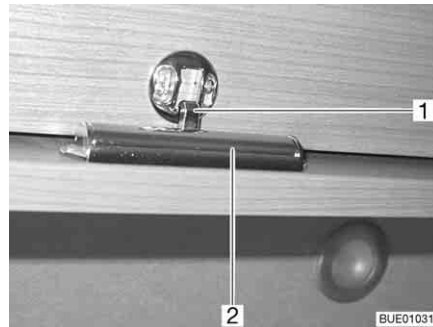

Fig. 56 Trampilla de muebles con botón de presión
- Pulsar la parte interior de la cerradura. El botón de presión salta hacia afuera (Fig. 56).